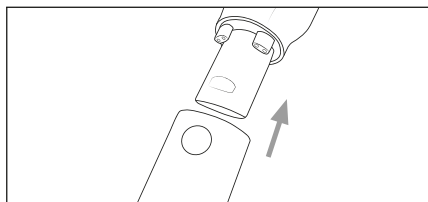

Fig. 11
- ◆ Coloque a escova combinada 2 em 1 ❶ no tubo de aspiração ❸ ou na abertura de aspiração do aparelho, encaixando-o até ouvir um estalido (ver fig. 11). Tenha atenção à posição correta do bloqueio.